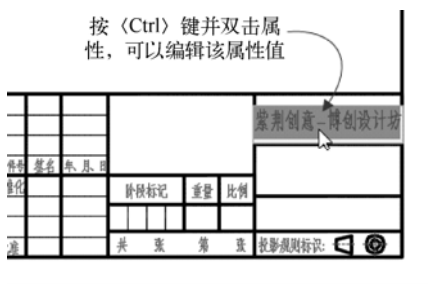

图 9-35 使用在位编辑器编辑属性值
- 方法三：按〈Ctrl〉键并双击属性以显示在位编辑器，接着编辑属性值，如图 9-35 所示。